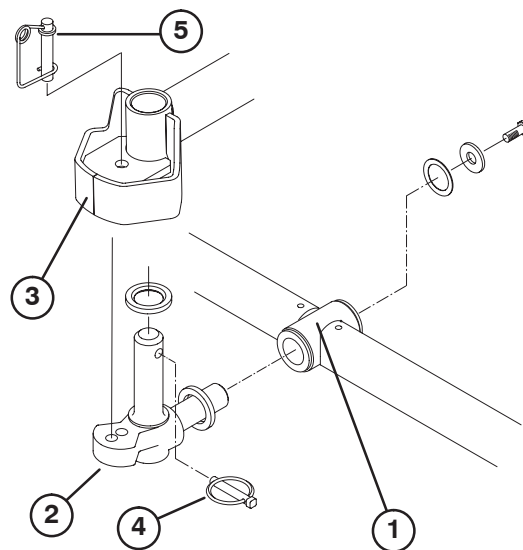

Figura 8
6. Inserite una rondella di spinta sull'albero orizzontale dello snodo di articolazione, come riportato nella Figura 8.